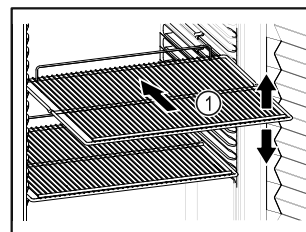

Fig. 56
- ❑ Wenn Abstellroste Fig. 56 (1) versetzbar sind, je nach Höhe anpassen.